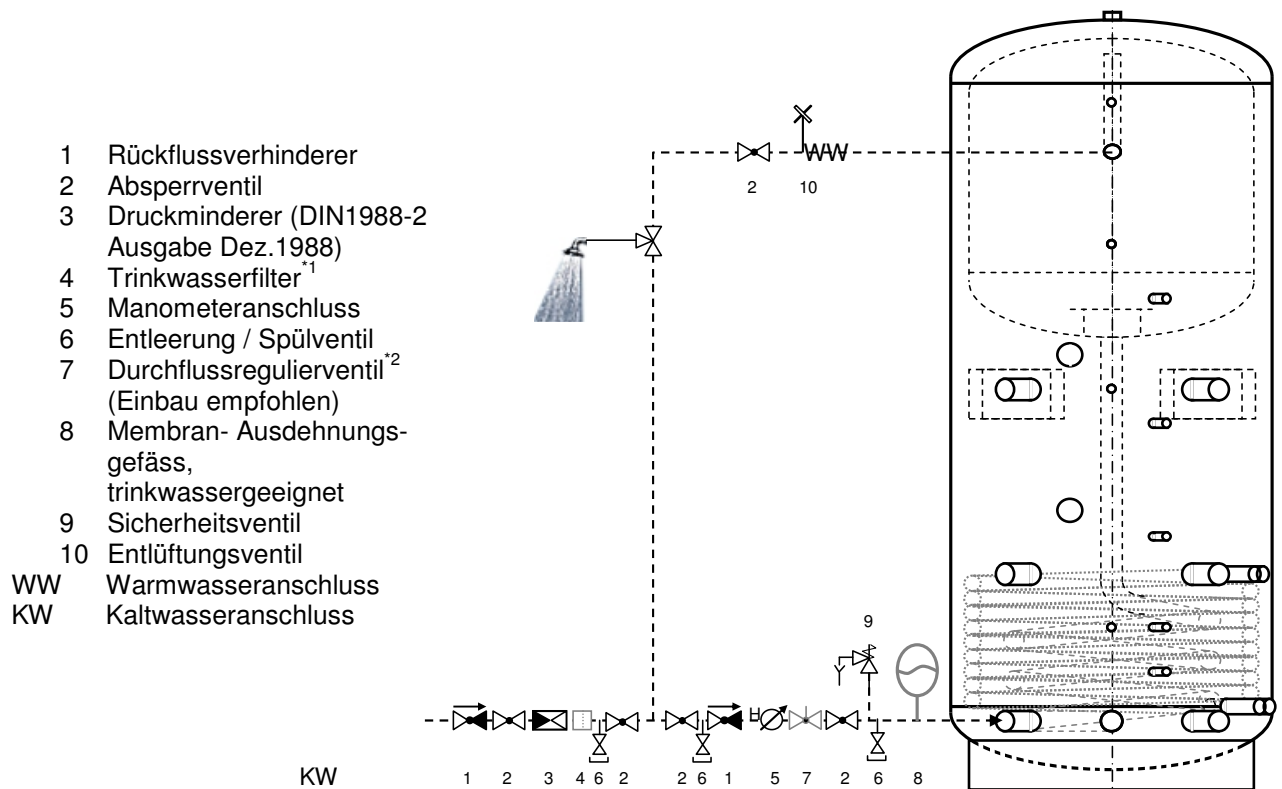

Abb. 2 Schema Wasseranschluss
- Nehmen Sie den Kalt- und Warmwasseranschluss nach Abb. 2 gemäss DIN 1988 vor.